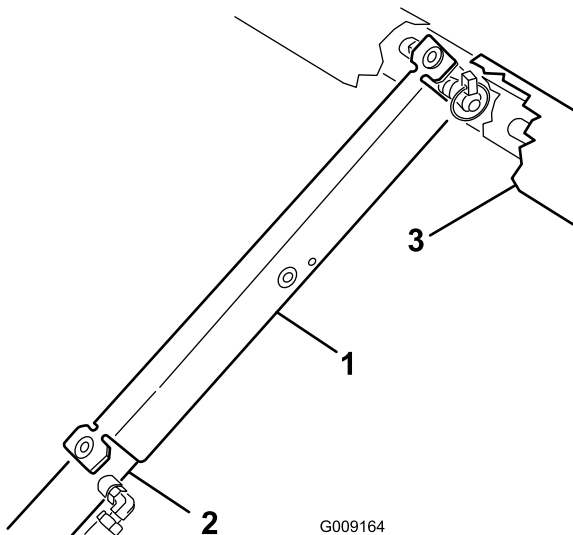

Рисунок 34
3. Насадите опору кузова на шток гидроцилиндра, обеспечив, чтобы концевые уши опоры опирались на торец корпуса гидроцилиндра и на торец штока гидроцилиндра (Рисунок 34).